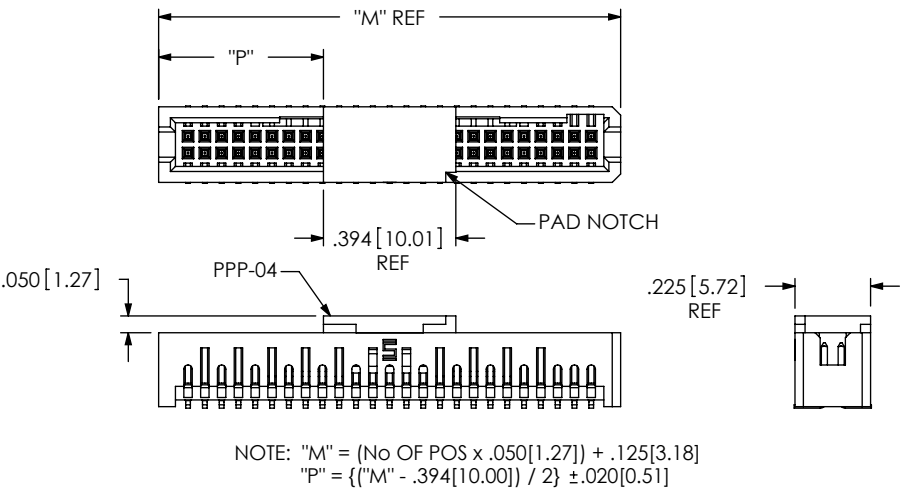

FIG 4
- RA: RIGHT ANGLE (LEAD STYLE -01 ONLY) (SEE FIG 4, SHT 2)